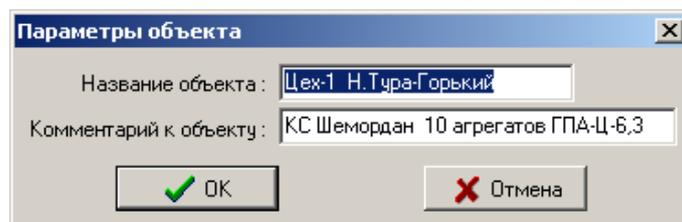
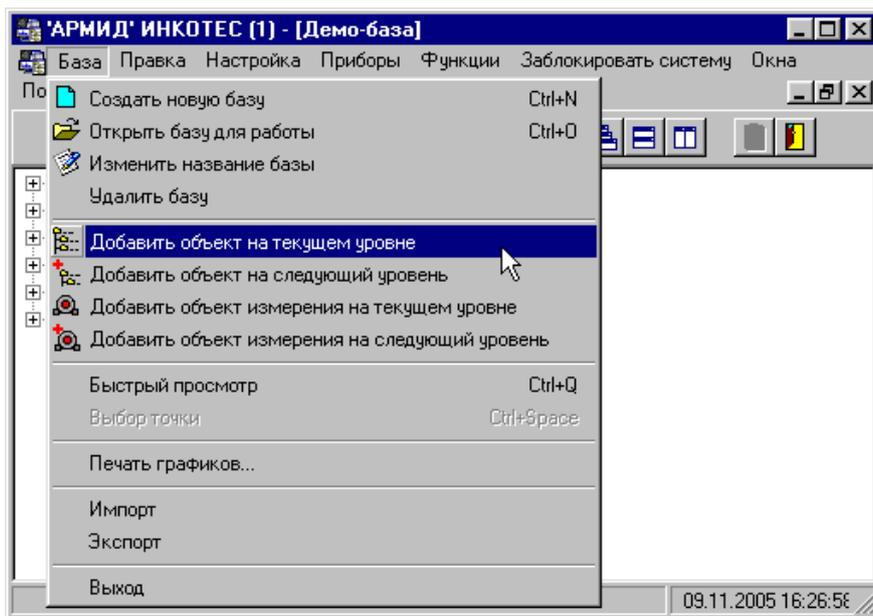

Рис.2.3. Атрибуты объекта.
Рис.2.7. Пункты меню База.
выбрать нужный объект, нажать клавиши **Ctrl+E** или **Enter** или выбрать последовательно пункты меню **Правка/Редактировать объект** и ввести предложенные параметры (рис.2.3):
**1.3.1.** Для добавления объекта в БД выбрать последовательно пункты меню **База/Добавить объект на текущем уровне** или **База/Добавить объект на следующий уровень** (рис.2.7). При этом откроется окно ввода параметров объекта (рис.2.3). Ввести название объекта и комментарий к нему.